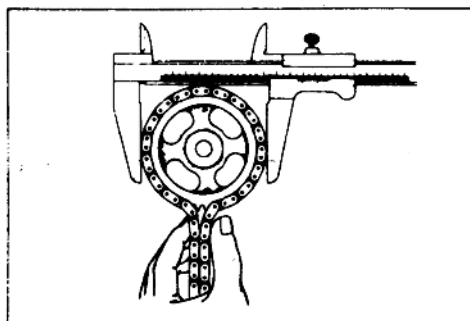

图 1-20
4. 检查凸轮轴链轮的磨损,如图 1-20 所示,用链条包上凸轮轴链轮,使用极限不少于 113.8 毫米。